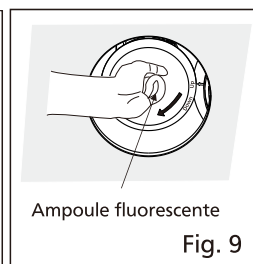

Fig. 9
12. Insérez l'ampoule fluorescente. (Voir Fig. 9)